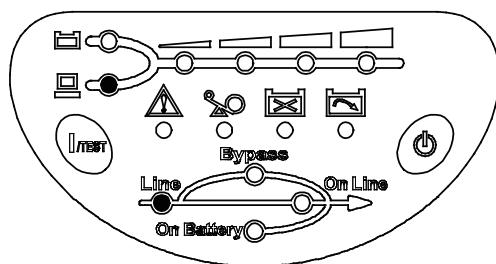

Рис. 3-1 Панель управления в дежурном режиме
- Вентиляторы на задней панели начнут вращаться, а все светодиодные индикаторы будут светиться для проверки в течение 2-3 секунд. Одновременно с этим встроенный центральный процессор ИБП загружает исходные параметры. Исправность светодиодных индикаторов проверяется по их свечению. Первоначально ИБП устанавливается в **дежурный** режим, при этом после звукового сигнала загорается индикатор величины нагрузки, а индикатор состояния входа отображает состояние питающей сети (см. рис. 3-1).
Если ИБП находился в дежурном режиме, то батарея будет подзаряжаться и нажатия кнопки 0. Для полного отключения ИБП необходимо отсоединить сетевой шнур от розетки питающей сети (см. рис. 3-1).